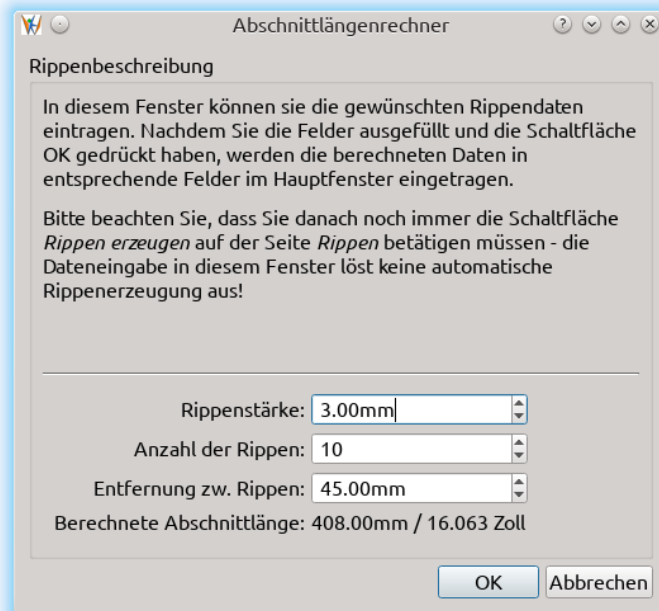
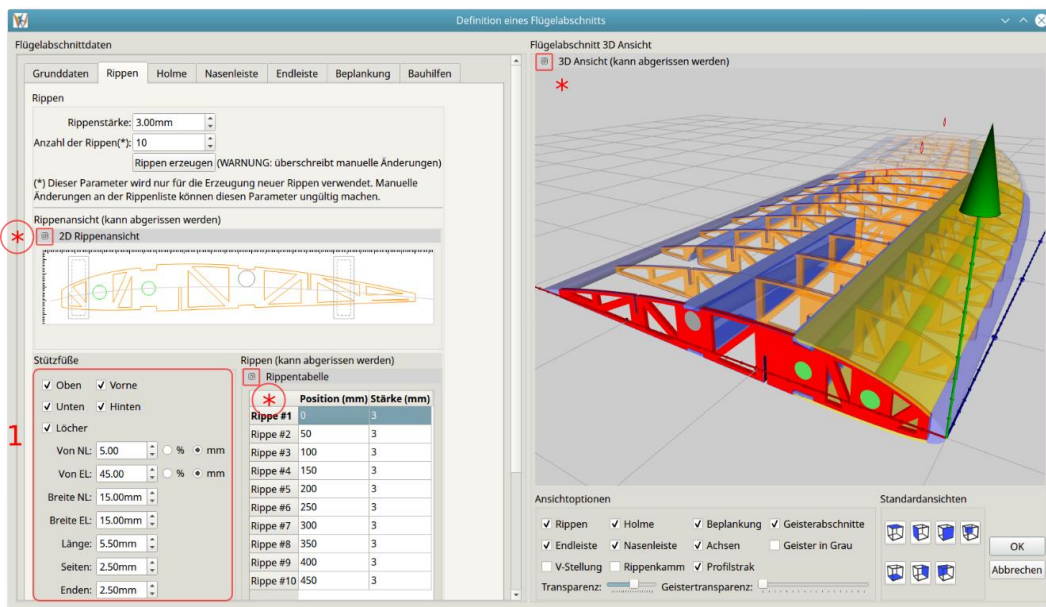

Abbildung 4: Abschnittlängenrechner
Abbildung 7: Abschnittsbearbeitungsmodus - Rippen
- **Länge**. Diese Angabe wird für die Erzeugung der Rippen verwendet. Eventuelle Änderungen, die Sie an diesem Parameter vornehmen, werden nicht sofort sichtbar, sondern erst dann, wenn Sie die Schaltfläche „*Rippen erzeugen*“ am nächsten Bildschirm betätigen (Kapitel 4.3.2). Meistens werden Sie diesen Wert nicht händisch eintragen wollen, sondern mit Hilfe des Abschnittslängenrechners (Abbildung 4) ermitteln, welcher durch die Betätigung der Schaltfläche mit der roten Nummer 3 aufgerufen wird. Wenn Sie den Abschnittslängenrechner verwenden, vergessen Sie bitte nicht, die Schaltfläche „*Rippen erzeugen*“ zu betätigen, genauso, wie wenn Sie den Wert für die Abschnittslänge manuell eingetragen hätten.
Im Bereich „*Rippen*“ befinden sich die Einstellungen und Funktionen für die Erzeugung und Feinjustierung der Rippen (Abbildung 7). Bei der Erzeugung eines neuen Flügelabschnitts ist ein Standardsatz an Rippen nach vordefinierten Parametern bereits erstellt. Wenn Sie diese anschließend verändern wollen, können Sie das entweder mit Hilfe des Abschnittslängenrechners machen (Abbildung 4), oder durch manuelle Eingabe entsprechender Werte. In beiden Fällen ist es wichtig, am Ende die Schaltfläche „*Rippen erzeugen*“ zu betätigen, damit die Änderungen auch übernommen werden.
Die rot gekennzeichneten Bereiche in der Abbildung 7 zeigen die wichtigsten weiteren Funktionen, die in diesem Fenster zur Verfügung stehen: